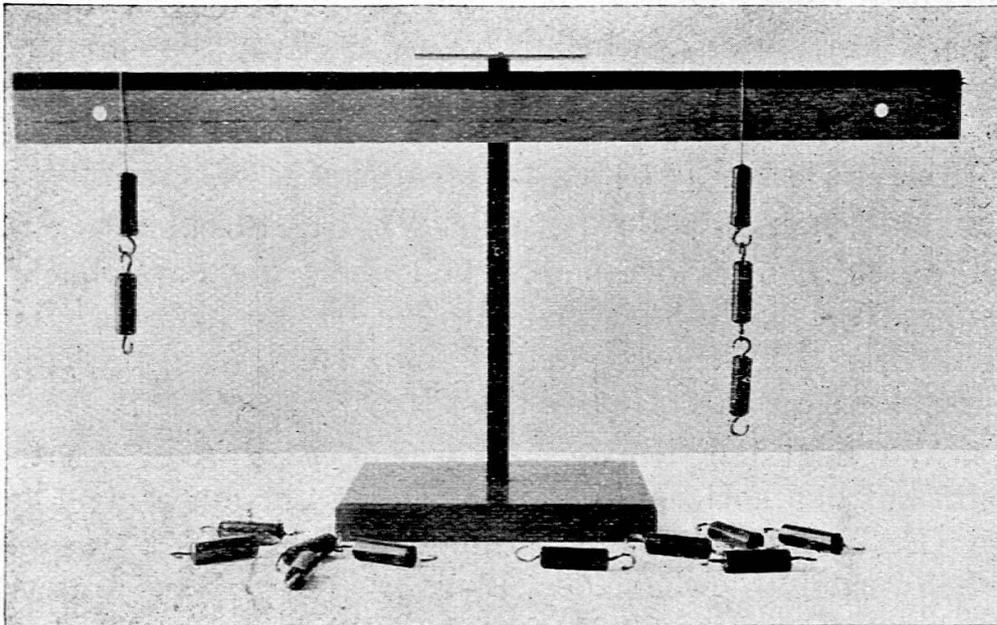

Fig. 2.
**DER APPARAT.** Anhängengewichte (siehe die Fig. 2, 5, 6, 7, 8) kann man in folgender Weise selbst herstellen: Man zerschneidet Bleirohr von 9 mm Lichtweite und 2 mm Wandstärke mit einer Metallsäge in Stücke von etwa 4 cm Länge. In diese treibt man Holzkerne, in welche auf beiden Seiten je eine offene Ringschraube geschraubt wird. Mit dem Messer wird von Blei und Holz abgeschnitten, event. ein Nagel ins Holz getrieben, bis alle
AUSFÜHRUNG. Beschreibt das Hebelgestell (siehe Fig. 2). In welchem Gleichgewicht befindet sich der Hebel? Hängt auf beiden Seiten beim Teilpunkt 30 je ein Anhängengewicht mit Schleife an. Beobachtung. (Es herrscht Gleichgewicht.) Hängt auf jeder Seite noch ein weiteres Gewicht an. Beobachtung. Verschiebt die Gewichte auf beiden Seiten auf den Teilpunkt 20, auf die Teilpunkte 15, 10. Erkenntnis: (Wenn in gleichen Abständen vom Drehpunkt gleiche drehende Kräfte wirksam sind, halten sie sich das Gleichgewicht.) Skizziert den gleicharmigen Hebel.
**DER APPARAT.** Der Ständer (Fig. 2). Auf ein Grundbrett von 20 cm Länge, 15 cm Breite und 2,5 cm Dicke wird in der Mitte senkrecht ein starkes Lineal von etwa 28 cm Länge befestigt. 2 cm unter dem oberen Ende wird ein kurzer Nagel ohne Kopf eingeschlagen zum Aufhängen des Hebels. Damit der Hebel nicht zu weit ausschlagen kann, befestigt man oben am Ständer mit einer Schraube wagrecht einen Abschnitt einer Reisschiene von 11 cm Länge und 3 cm Breite.